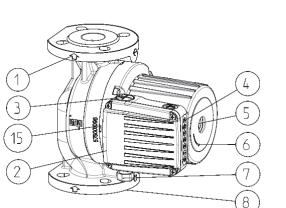
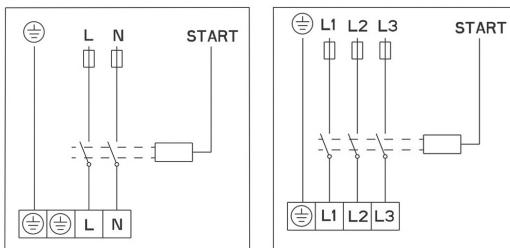

Fig.1
Fig. 3
- Pompa trebuie să fie montată în sistemul de conducte cu axa pompei 1-1 în poziție orizontală (Fig. 3).
- Direcția debitului de apă din pompă trebuie să se potrivească cu direcția indicată de săgeata de pe carcasa pompei (Fig.1-POS.1).
- Flanșele de racord sunt proiectate pentru presiunea nominală NP 6/10 (Fig.1 – POS.8)
- Pompele GHN (basic, auto), GHNM (basic, auto) au o singură carcă hidraulică (Fig.1 – POS.8).
Carcasa hidraulică a pompei poate fi izolată numai până la fanta dintre motor și carcasa hidraulică. Deschiderile pentru scurgerea condensului trebuie să rămână neacoperite pentru a permite drenarea din carcasa statorului. În mod similar, aceleasi deschideri trebuie să fie descoperite și la sistemele de încălzire, când se va efectua numai izolarea termică a carcasei hidraulice (Fig. 1, 2, POS. 15). Carcasa motorului electric, pe care sunt dispuse deschiderile pentru drenarea condensului, nu trebuie să fie izolată în nici un caz!
Cablul trebuie conectat prin intermediul unei presetupe de cablu M20 (Fig.1 – POS.7).
Conexiunile electrice ale pompei trebuie efectuate în conformitate cu diagrama de conexiuni (Fig. 3) atașată pe spatele capacului motorului. Înainte de a face acest lucru, desfaceți capacul superior (Fig.1 - POS. 2).
La pompele de tip GHN (basic, auto), GHND (basic, auto), GHNMD (basic, auto), GHNMD (basic, auto) rotorul este imersat și dotat cu lagăre speciale gresate cu apă. Înainte de a pune pompa în funcțiune, aceasta trebuie umplută cu apă și dezaerată. Dezaerați pompa prin desfacerea șurubului de la spatele motorului electric (Fig.1-POS.5). Aerul va ieși prin fanta dintre arborele motorului și lagăr. Când apa începe să curgă pe aici, închideți vanele atât la partea de aspirație cât și de refulare a pompei. Porniți pompa și verificați direcția de rotație a axului. În cazul unei direcții de rotație greșite, va începe să clipească un bec cu lumină roșie.
Deconectați pompa de la curent, închideți vanele de pe ambele părți ale pompei (aspirație și refulare), deșurubați șurubul de la orificiul de dezaerare, plasați șurubelnita (Fig.1-POS.5) în canelura arborelui și răsuciți atât cât permite forța de frecare. Apoi înșurubați înapoi șurubul de la orificiul de dezaerare.